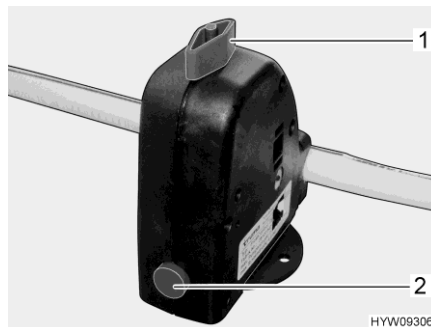

Bild 135 Sicherheits-/Ablassventil (Truma)
- Sicherheits-/Ablassventil (Truma) schließen. Dazu den Drehknopf (Bild 135,1) quer zum Sicherheits-/Ablassventil drehen und den Druckknopf (Bild 135,2) eindrücken.